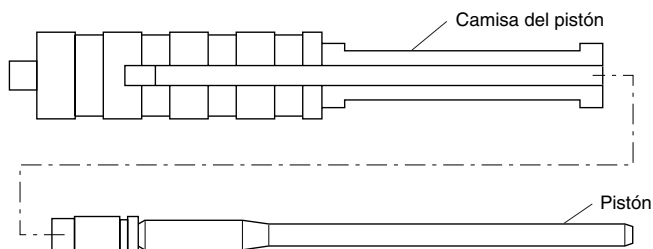

Figura 12 - Inserción del pistón en la camisa del pistón
2. Inserte el pistón en la camisa del pistón. Empuje el pistón hasta el fondo de la camisa (vea la Figura 12).